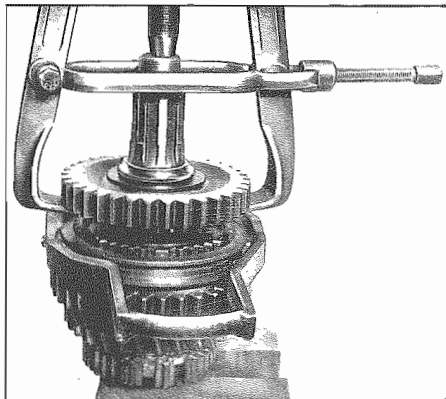

Fig. 20 - Ingranaggio della retromarcia
- Smontare l'ingranaggio della retromarcia (428) con un estraattore a due bracci (Fig. 20). Togliere la gabbia a rullini (414). Estrarre il manicotto sincronizzatore (427); togliere dal mozzo sincronizzatore (424) le molle (406), i perni sferici (405) ed i pressori (423).
- Remove gear wheel reverse speed (428) with a 2-arm puller (Fig. 20). Remove needle cage (414). Pull off sliding sleeve (427). Remove compression springs (406) ball pins (405) and thrust pieces (423) from synchronizer assembly (424).